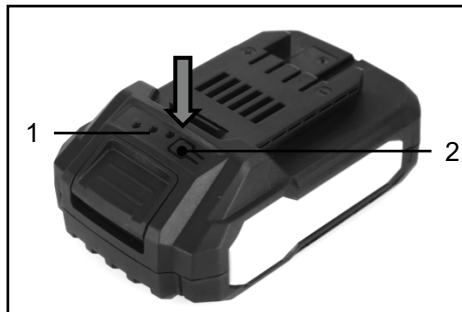

Рисунок 4. Схема перевірки рівня заряду акумуляторної батареї.
5.1.2.1 Перевірка рівня зарядження акумуляторної батареї (рис. 4).
1. Натиснути та утримувати кнопку акумулятора (2, рис. 4), що розташовується на верхній панелі акумулятора.
2. Перевірити рівень зарядженості акумулятора. Під час утримання кнопки залежно від стану заряду батареї почнуть світитися відповідні індикатори (1, рис. 4).